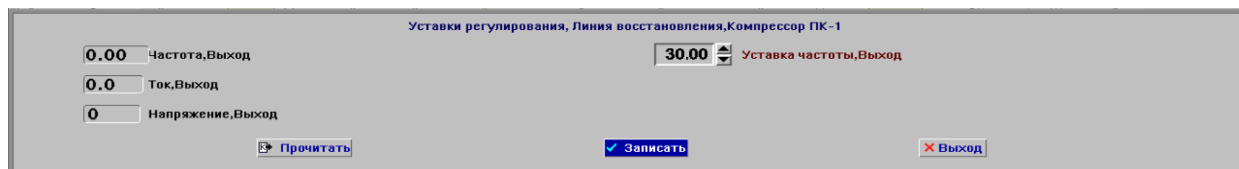

Рисунок 20 - Окно корректировки уставок регулирования
7.17.7 Для корректировки значений уставок регулирования устройств (регуляторов, СПЧС, ПЧТ и т.п.) необходимо в меню команд управления данным оборудованием выбрать тему «Изменить уставки» или «Показать значения». На экране дисплея появится окно отображения параметров регулирующих устройств и корректировки уставок регулирования (см. рис. 20), в котором необходимо установить (прочитать, изменить и записать) требуемые значения параметров и уставок.